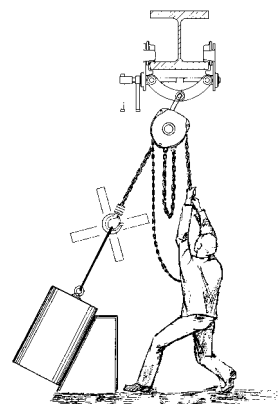

Abb. 5
- Schrägzug, d.h. seitliche Belastung auf den Tragbolzen und die Seitenplatten durch falsches Einhängen einer Last ist verboten (Abb. 5). Immer in einer geraden Linie zwischen Aufhängepunkt Traverse und Lastanschlagpunkt heben
Bei Demontage der Trägerklemme mit integriertem Rollfahrwerk muß der Kontergriff zunächst gelöst werden, bevor die Trägerklemme durch Drehung des Einstellhebels vom Träger gelöst werden kann. Das Anschlagen einer Last muß immer mittig in dem verjüngten Teil des Tragbolzens erfolgen. Schrägzug ist nicht gestattet und führt zu Beschädigungen der Seitenplatten bzw. des Tragbolzens und der Laschen (siehe auch Abb. 5).